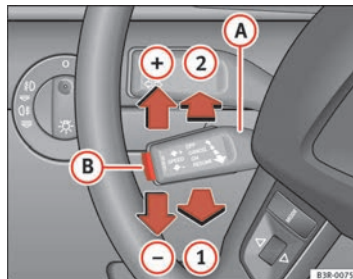

Fig. 151 Mandos del regulador de velocidad
- Tire de la palanca **A** hacia la posición $\Rightarrow$ página 188, fig. 151 **1** para activar el sistema.
- Desplace la palanca **A** hacia arriba, en dirección a $\Rightarrow$ página 188, fig. 151 **+**.
- Desplace la palanca **A** hacia abajo, en dirección a $\Rightarrow$ página 188, fig. 151 **-**.
- Cada vez que pulse brevemente la palanca **A** hacia arriba, en dirección a $\Rightarrow$ página 188, fig. 151 **+**, la velocidad programada aumentará en unos 2 km/h.
- Cada vez que pulse brevemente la palanca **A** hacia abajo, en dirección $\Rightarrow$ página 188, fig. 151 **-**, la velocidad programada disminuirá en unos 2 km/h.
Si al desconectar provisionalmente el dispositivo no había ninguna velocidad programada, se podrá programar, como sigue, una nueva velocidad: Conduzca a la velocidad deseada y pulse entonces brevemente la tecla ⇒ página 188, fig. 151 **(B)** (SET).
- Desplace la palanca **(A)** ⇒ página 188, fig. 151 a la posición **(2)** (encastrada).